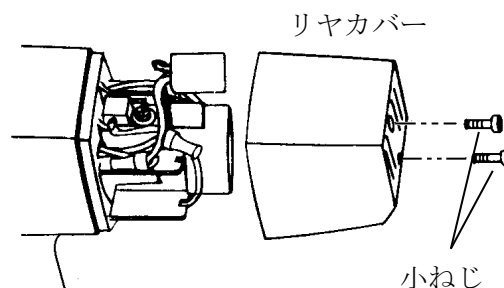

図8-5
- (1) 電源プラグを電源コンセントから抜いてください。
- (2) プラスドライバーで小ねじ2本を外して、リヤカバーをモーターケースから外してください。(図8-5)